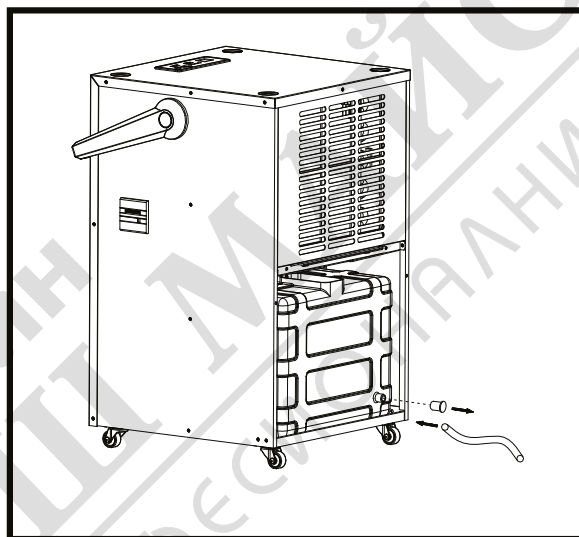

Fig. 7
► Свържете единия край на тръбата за отвеждане на водата с уреда (FIG. 7), другия край вмъкнете до сифона за отвеждане на водата.